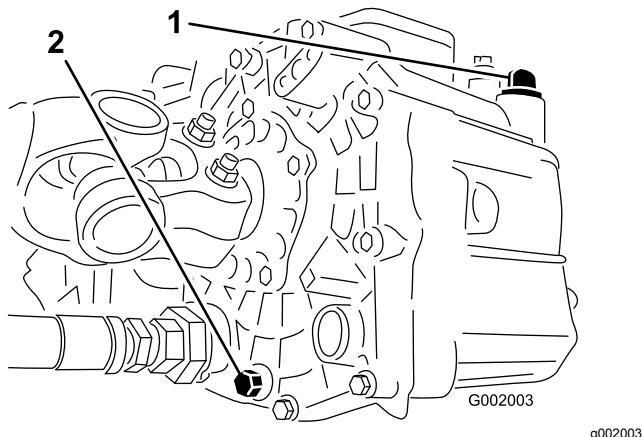

Figura 50
3. Retire o bujão de escoamento da parte lateral do reservatório e deixe o fluido hidráulico escorrer para o recipiente (**Figura 50**).